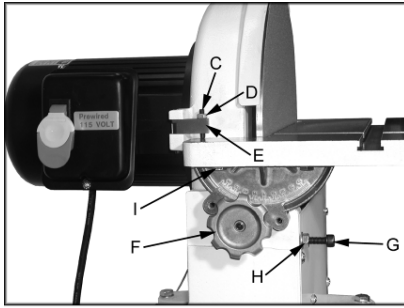

Fig 9
Stellen Sie die 90° Anschlagsschraube (C, Fig 9) und kontern Sie die Mutter (D).